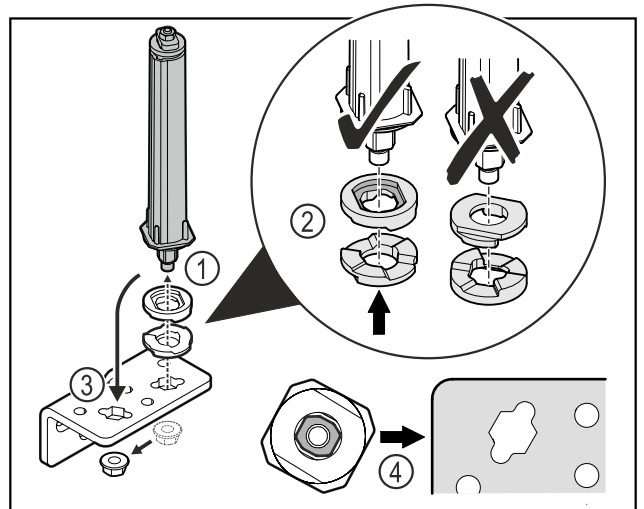

Fig. 40
- ▶ Mutter lösen und Türschließsystem entfernen Fig. 40 (1).
- ▶ Auf die korrekte Ausrichtung der Höhenverstelleisbeiben achten Fig. 40 (2).
- ▶ Türschließsystem im Scharnierwinkel umsetzen und mit der Mutter fixieren Fig. 40 (3).
- ▶ Beim Einsetzen auf die korrekte Ausrichtung des Türschließsystems achten Fig. 40 (4).